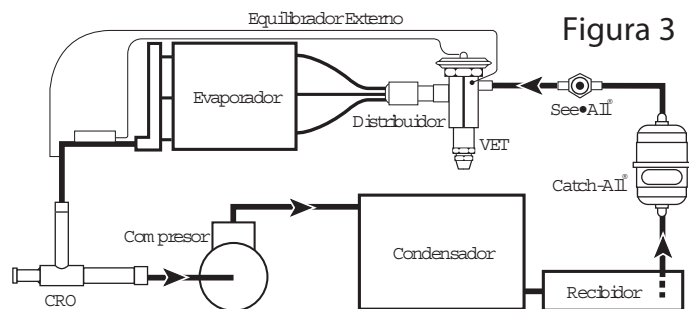

Figura 3
**LOCALIZACIÓN DE LA CRO** – Tal como se muestra en la Figura 3, la válvula CRO se aplica en la línea de succión entre el evaporador y el compresor. Normalmente la CRO
**INSTRUCCIONES DE TUBERÍA** – La Figura 3 muestra un diagrama esquemático de tubería solamente con el propósito de ilustrar la localización general de la válvula CRO en el sistema. Sporlan recomienda consultar referencias de tubería reconocidas para asistencia con los procedimientos de trazado de tubería. Sporlan no responsable del diseño de sistemas, ni de cualquier daño que resulte de un diseño erróneo o por una aplicación incorrecta de sus productos. Si estas válvulas se aplican de cualquier otra manera a la descrita en este Boletín, la garantía de Sporlan queda anulada.